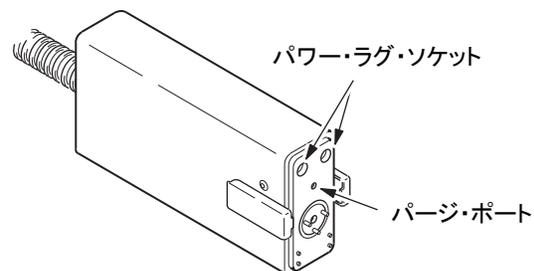

図 27: パワー・ラグ・ソケットおよびパージ・ポートのクリーニング
2. 同梱のステンレス鋼製ブラシを使用して、モーター・モジュールのパワー・ラグ・ソケットのクリーニングを行います(図 27)。
3. パージ・ポートから障害物を丁寧に取り除きます(図 27)。